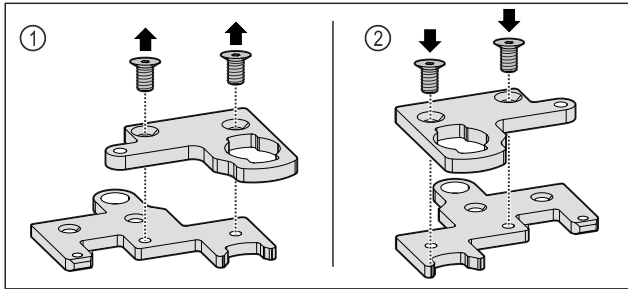

Fig. 35
- ▶ Razstavite dvodelni kotnik tečaja na dele. Fig. 35 (1)
- ▶ Dvodelni kotnik tečaja znova vgradite obrnjenega za 180°. Fig. 35 (2)